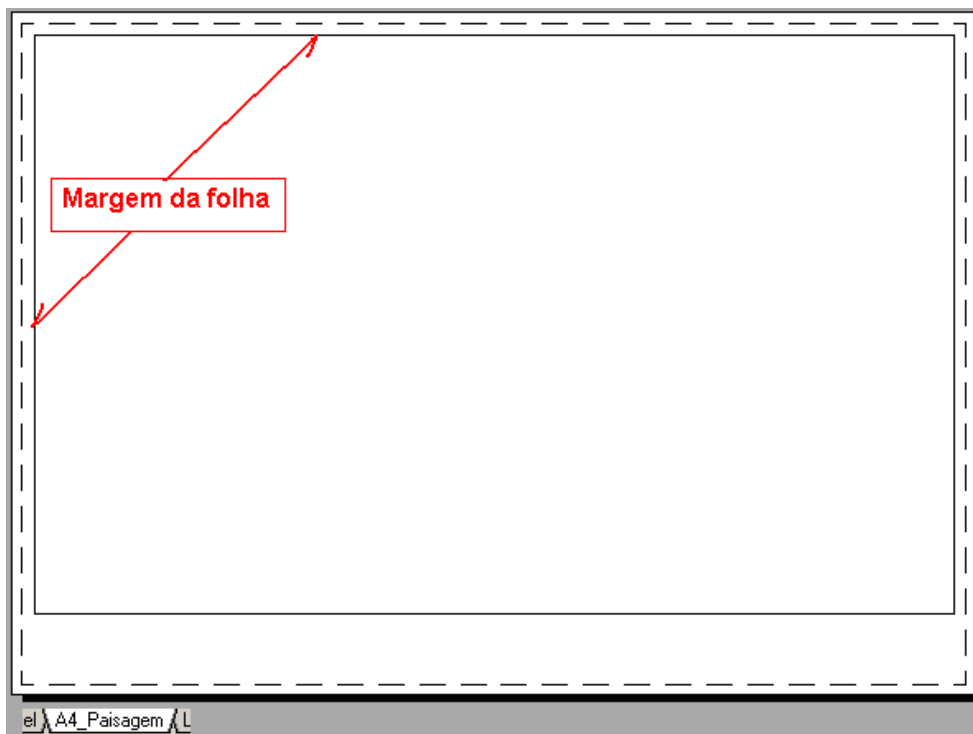
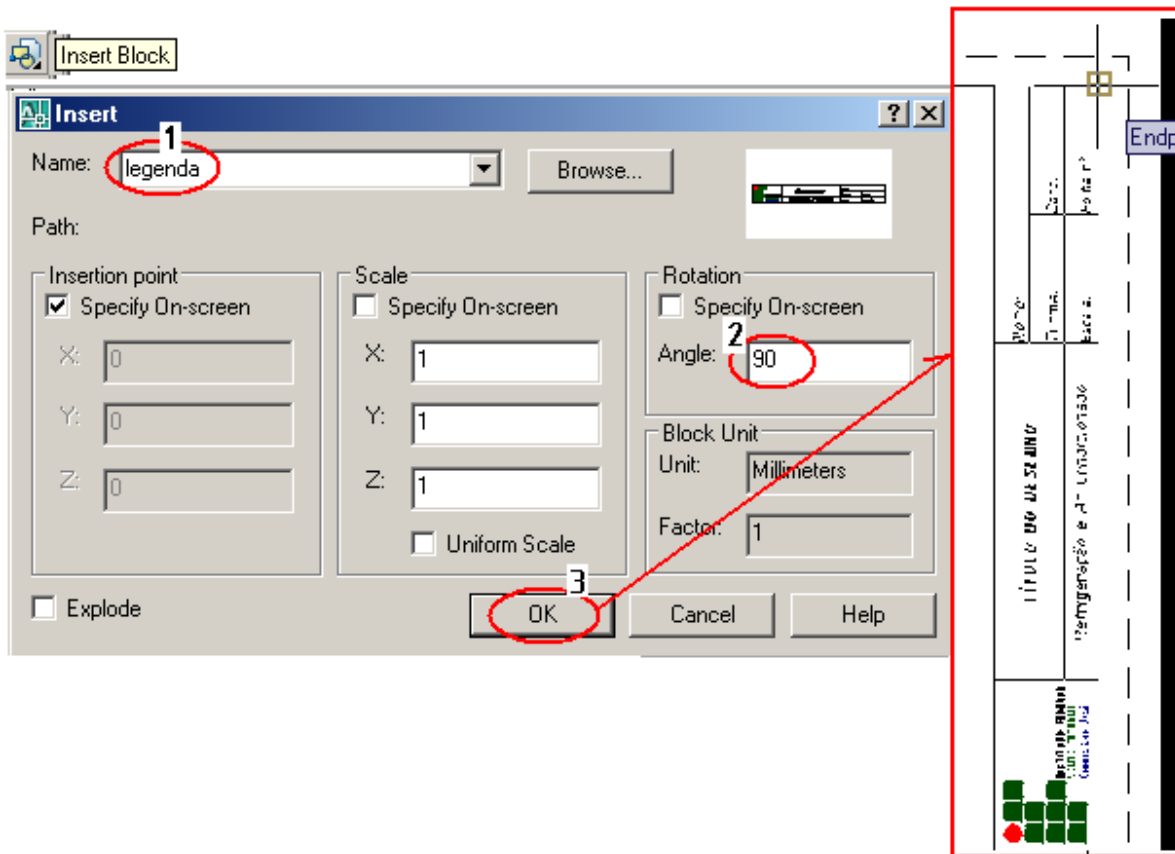

Figura 11.4: Folha A4 com margem na posição paisagem
Figura 11.14: Inserindo um bloco.
Chame o comando *Rectangle* () e informe o primeiro ponto como sendo (4,22) e o segundo ponto como sendo (@ 283,178). Perceba que a margem maior ficou na parte inferior da folha, e que com o posicionamento da legenda no lado direito a margem maior ficará no lado esquerdo da folha. A figura 11.4 mostra a folha A4 com margem na posição paisagem.
1. Clique em (A4_Paisagem), você tem o que mostramos na figura 11.4: Folha A4 com margem na posição paisagem. Clique na barra de ferramentas em (Insert Block) *Insert Block* (Inserir Bloco) surge à janela *Insert* (inserir), mostrado na figura 11.14. Escolha o nome do bloco (1); ajuste o ângulo para 90° (2); clique em Ok (3) e depois no ponto onde será inserido o bloco, neste caso clique no canto superior direito na margem da folha.